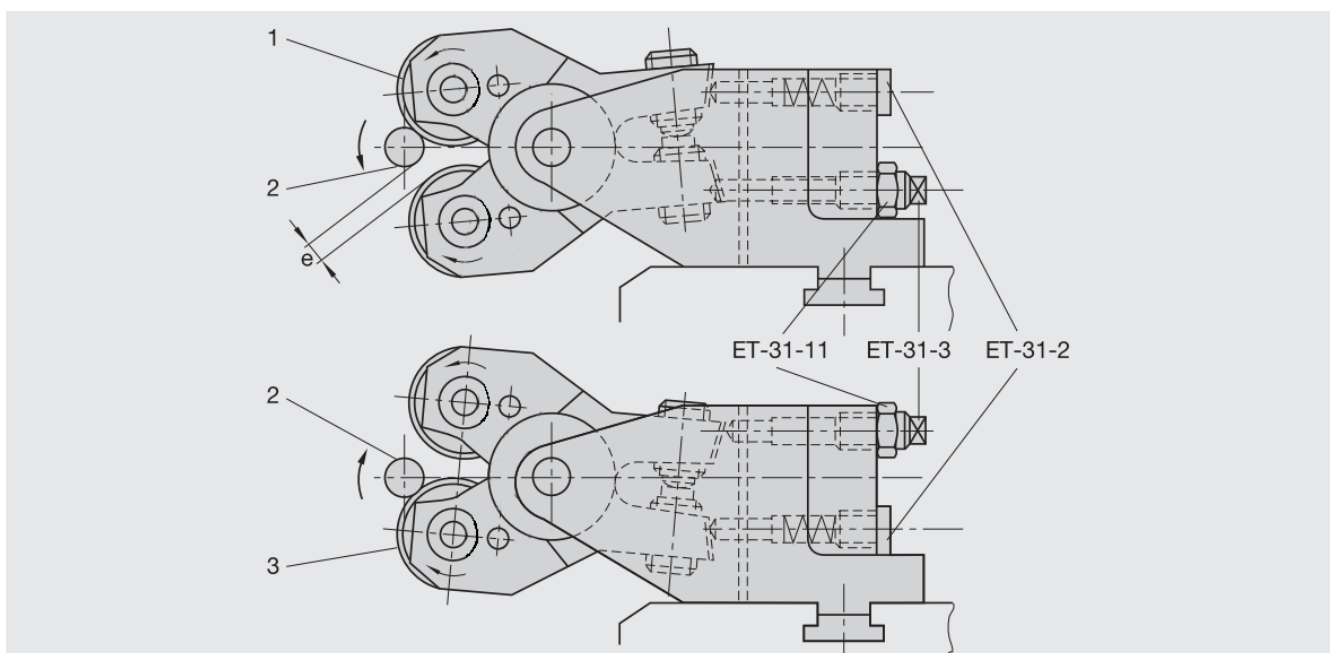

Abbildung 16: Einstellen des Pendelspiels mit Federbolzen
- Stellen Sie sicher, dass die Einstelllehre das Werkstück auf der Bezugsebene des konischen Gewindes berührt. (siehe Abb. 16)